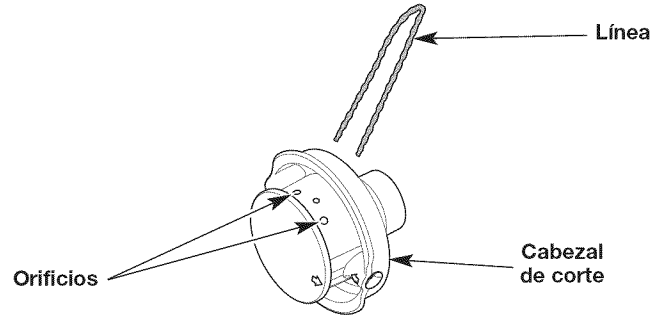
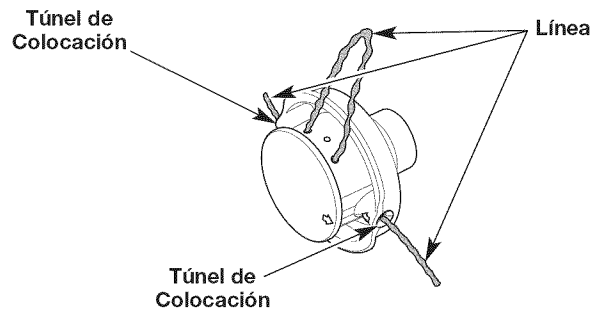

Fig. 12
Fig. 13
3. Inserte los extremos de la línea en los orificios circulares grandes ubicados al costado del cabezal de corte (Fig. 12). Empuje la línea a través de los orificios hasta que ambos extremos salgan de los túneles de colocación (Fig. 13).